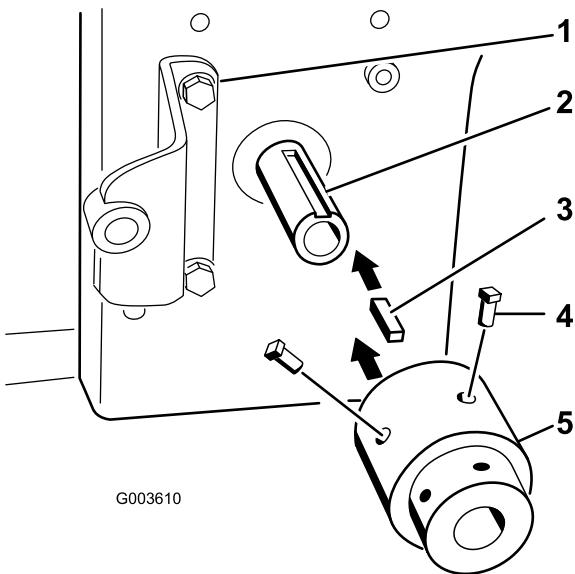

Bild 20
- Setzen Sie den Vierkantschlüssel ($\frac{1}{4}$ " x 1") in den Schlitz in der Motorzapfwelle ein (Bild 20).
- Fluchten Sie den Hub mit dem rechteckigen Schlüssel aus und montieren Sie ihn an der Motorzapfwelle (Bild 20).
- Schmieren Sie die zwei Stellschrauben (5/16" x $\frac{3}{4}$ ") mit entfernbarem Gewindesperrmittel ein und setzen Sie sie in die Nabe ein, um ihn an der Zapfwelle zu befestigen (Bild 20).